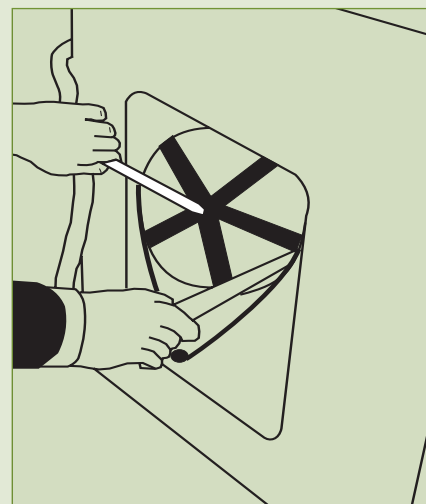

Рис. 19
3. Отворачивают болт в центре шкива гаечным ключом на 13 мм, заблокировав шкив от вращения рукояткой молотка или другим подходящим инструментом (рис. 19). Болт на заводе установлен на клей, поэтому он может отворачиваться с трудом.